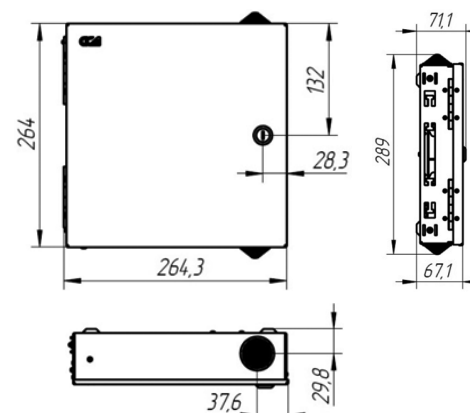

Рисунок 3 – Габаритные размеры ШКОН-У 8/16
- 5 Определить место установки с учетом габаритных (рисунок 3 и 4) и установочных